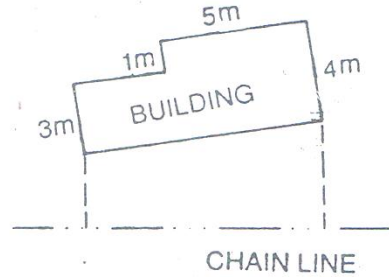

Fig. 2.13
- که چېرته تعمير کو چني وي دهغې کنجونه د مايل يا عمودي افسټ پواسطه باندې رسمېږي او نور نقاط په مستقيم ډول سره اندازه کوو او په ساحوي کتاب کېي ليکو. د fig 2.13 شکل مطابق